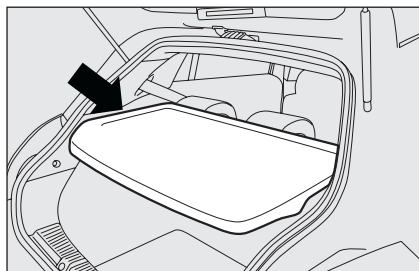
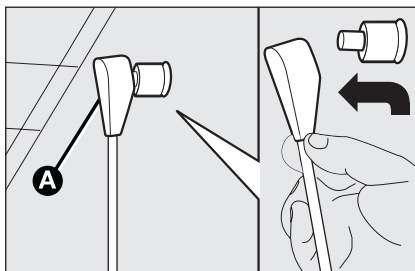

fig. 90
fig. 91
- ☐ rimuovere la cappelliera (ripiano posteriore) **fig. 90** liberando le estremità superiori **A-fig. 91** dei due tiranti, sfilando gli occhielli dai perni e spingendoli nella direzione della freccia;